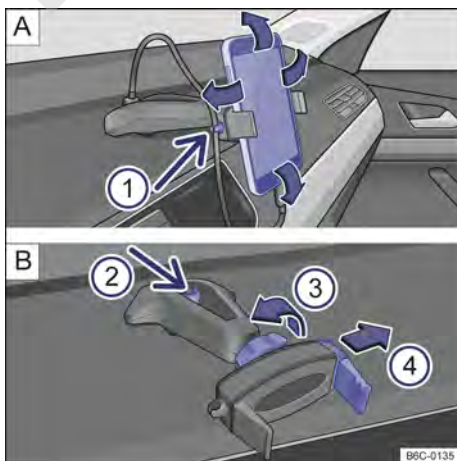

Fig. 170 En la consola central: soporte para teléfono celular y ajustes.
- Sujetar el soporte con una mano y presionar la tecla de desbloqueo → fig. 170 [B] ② (flecha).
- Con la varilla → fig. 170 [B] ④ mover en la dirección de la flecha, e instalar el teléfono celular en el alojamiento.
- Con la otra mano mover la varilla → fig. 170 [B] ④ hasta que se pueda retirar el aparato del alojamiento.
- Colocar el cable USB en la entrada cargador USB del soporte existente en el panel de instrumentos → fig. 170 [A].
- Sujetar el cable en el soporte → fig. 170 [A] ①.
- Para liberar el movimiento del soporte, girar la traba → fig. 170 [B] ③ en la dirección opuesta de la flecha.
- Para fijar la posición, girar la traba en el sentido de la flecha ③ → fig. 170 [B] hasta la fijación completa del soporte.
El soporte para teléfono celular tiene una garantía de 3 años, con excepción de la varilla deslizante (garra) → fig. 170  ④ que tiene garantía de 1 año.